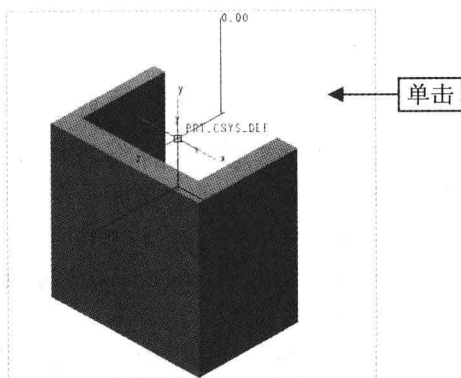

图 4-76 单击鼠标左键
Step 02 在“功能区”选项板的“模型”选项卡中,单击“基准”面板中的“坐标系”按钮,弹出“坐标系”对话框,在坐标系上单击鼠标左键,如图 4-76 所示。